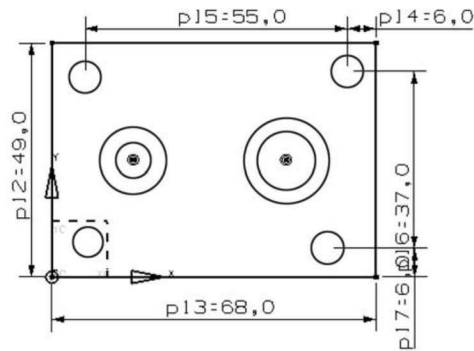

图 1.8 约束圆心位置尺寸
(7)单击“自动判断尺寸”按钮,选择圆心与圆心,水平距离为55,垂直距离为37,右侧圆心距离右边线6,距离底边线6,如图1.8所示。